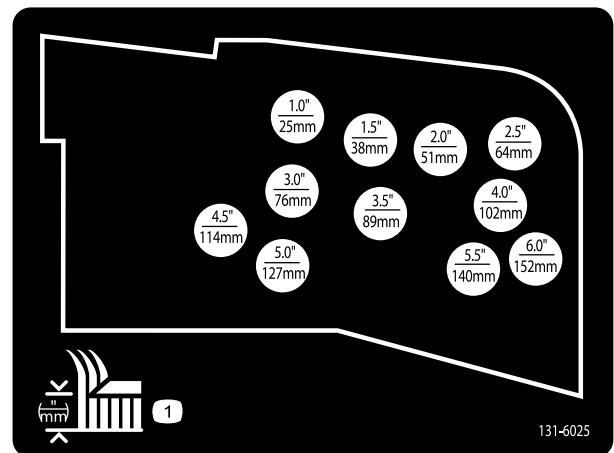

Figura 24
9. Monte las cadenas de altura de corte en el taladro de altura de corte deseado con el pasador y el pasador de horquilla (Figura 24).